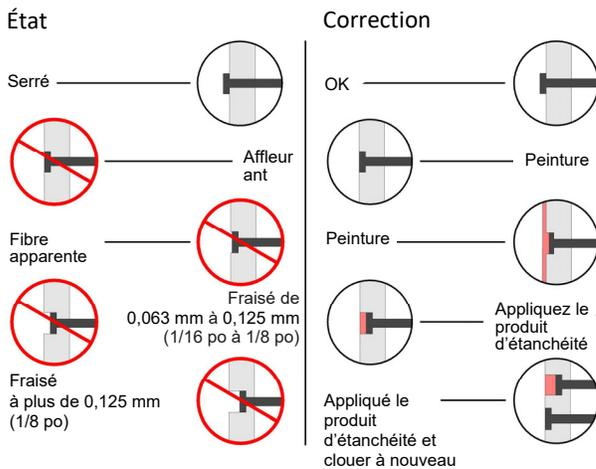

Figure 2
- La tête du clou doit être bien ajustée à la surface du revêtement, mais ne doit pas être affleurante au point de déformer la surface du revêtement.(Figure 2)